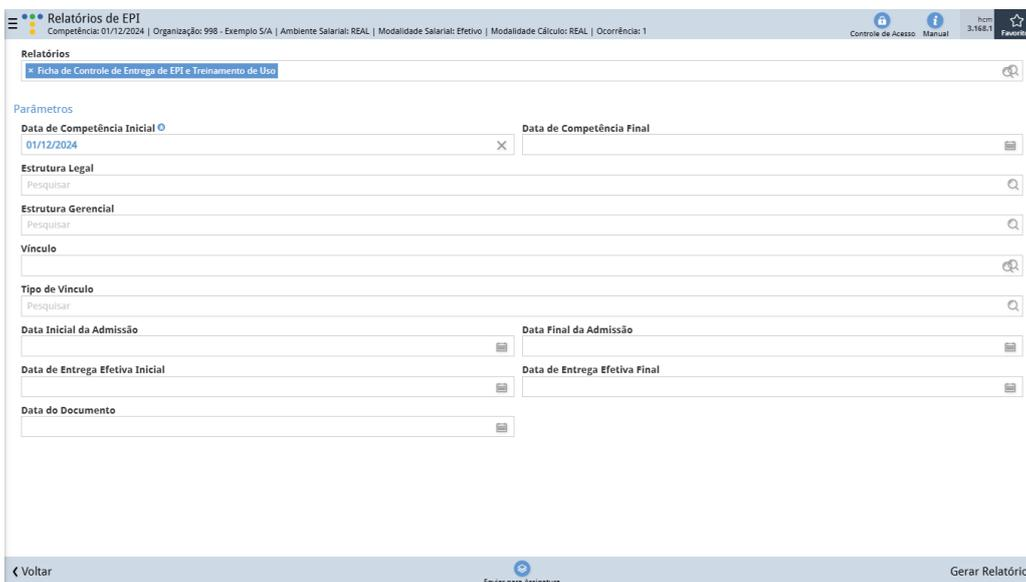

Figura 90: Formulário
3. Preencha o formulário (Figura 90) com as informações solicitadas de acordo com o relatório selecionado.